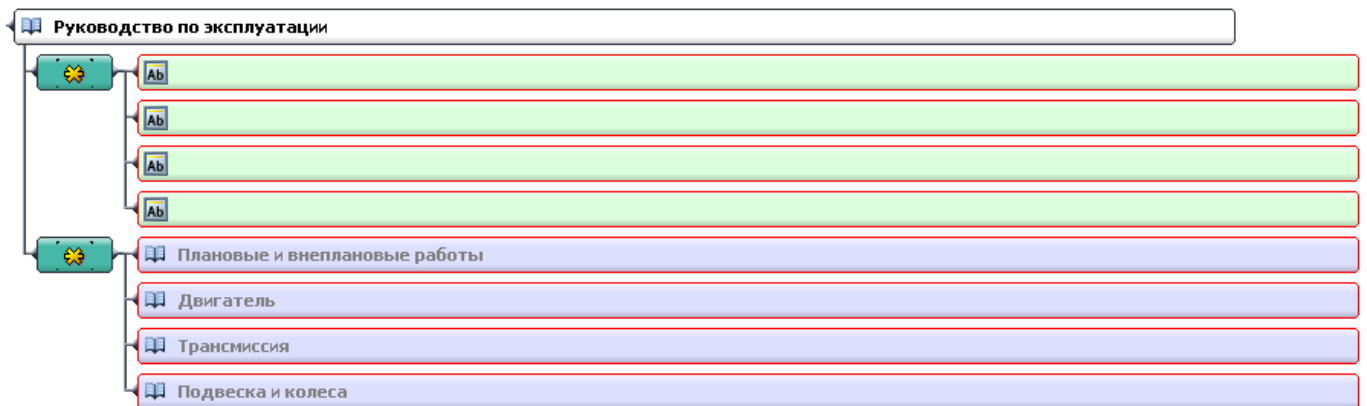

Рисунок 46
- 4) Введите названия для всех элементов **Система** (рисунок 46).